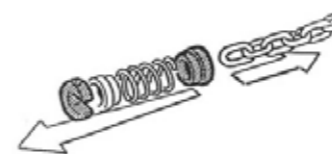

fig.143
13. Sfilare dalla vecchia catena i due piattelli con il tampone, oppure i due piattelli e la molla per paranco provvisto di finecorsa salita e discesa. (fig.143)